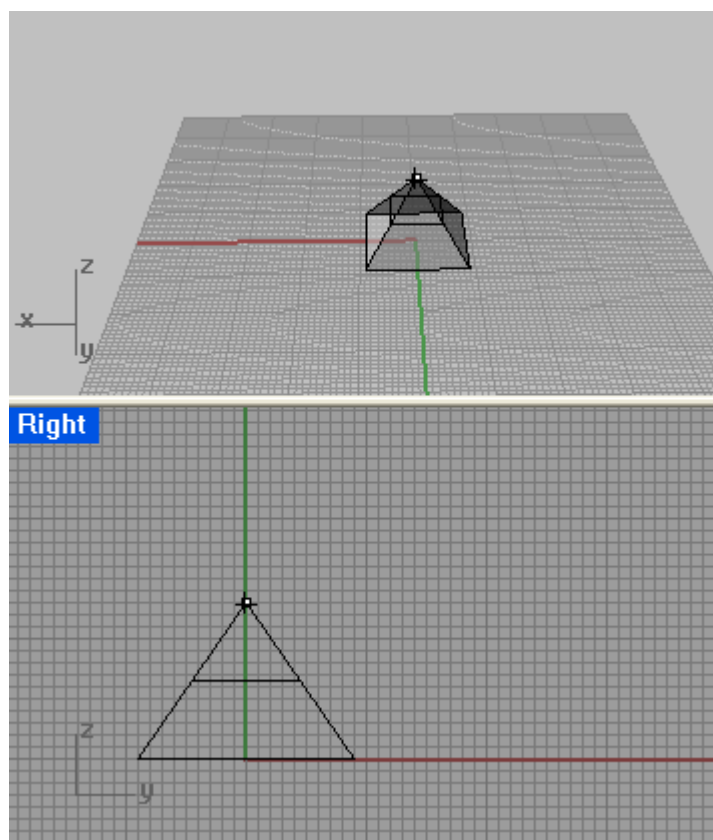

图 5.9
③拉出到一个点 (ExtrudeCrvToPoint): 将曲线拉伸到一个点，例如我们用此命令快速建立一个金字塔 (图 5.9 A/B):